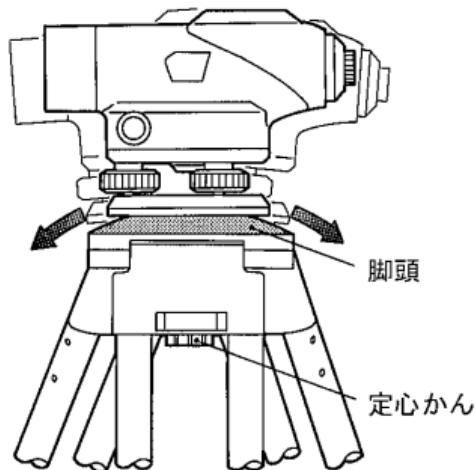

図 4.3
- 5) 機械を脚頭にのせ、定心かんで固定します。(図 4.3)